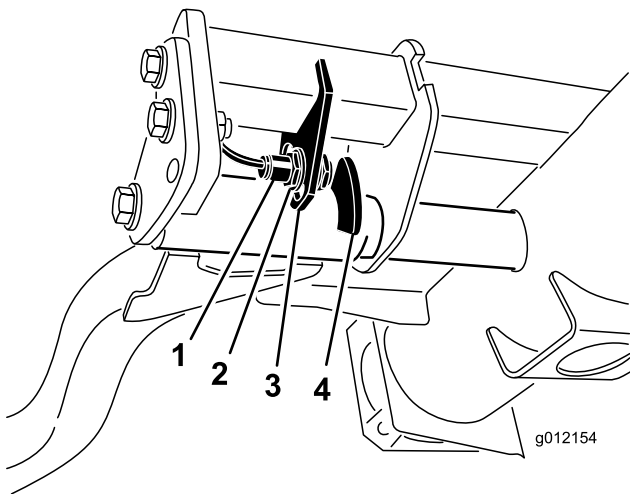

**Figura 34**
2. Coloque un tubo u otro objeto similar sobre el extremo largo del muelle y gírelo alrededor del actuador del muelle a la posición deseada (Figura 34).